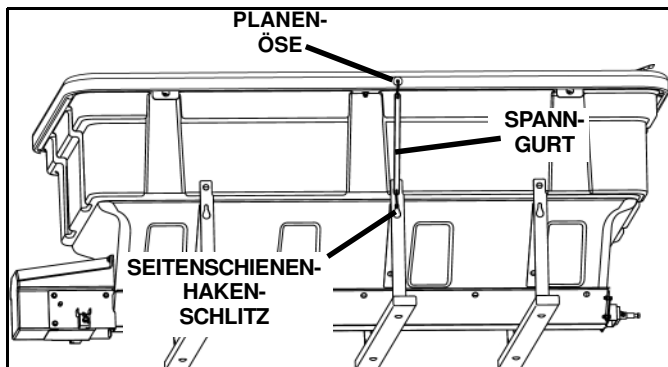

Abb. 1-7
8. Montieren Sie je eine Gummispannschnur an beiden Seiten der Plane, indem Sie diese an der mittleren Öse der Plane und in den Schlitz an der Rahmenseite befestigen (Siehe Abb. 1-7).